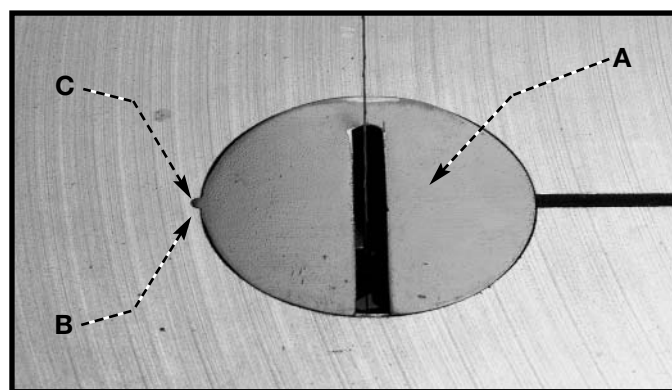

Fig. 22
Coloque la pieza de inserción de mesa (A) Fig. 22 en la abertura de la mesa.